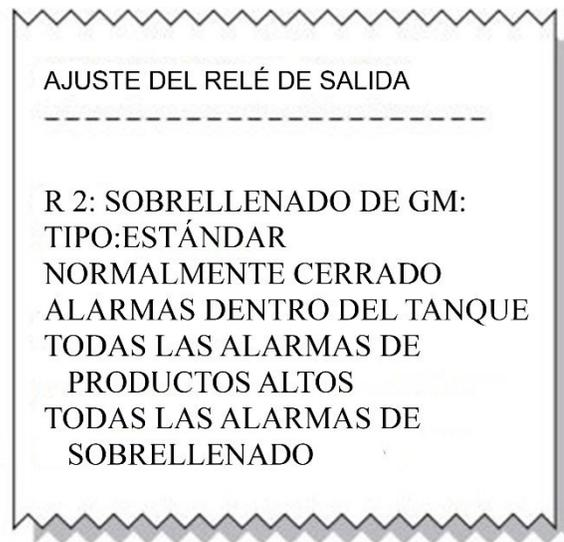

Figura 6-11: Configuración del relé de salida
4. **La Figura 6-11** muestra al relé de SOBRELLENADO DE LA GREEN MACHINE como el relé número 2.